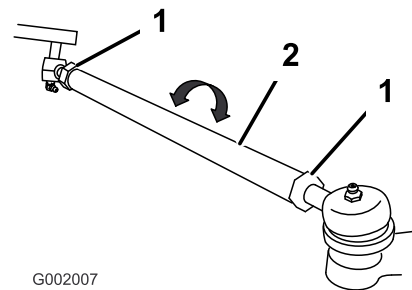

Bild 62
5. Wenn der Wert nicht im angegebenen Bereich liegt, lösen Sie die Klemmmutter an beiden Ende der Zugstangen (Bild 62).